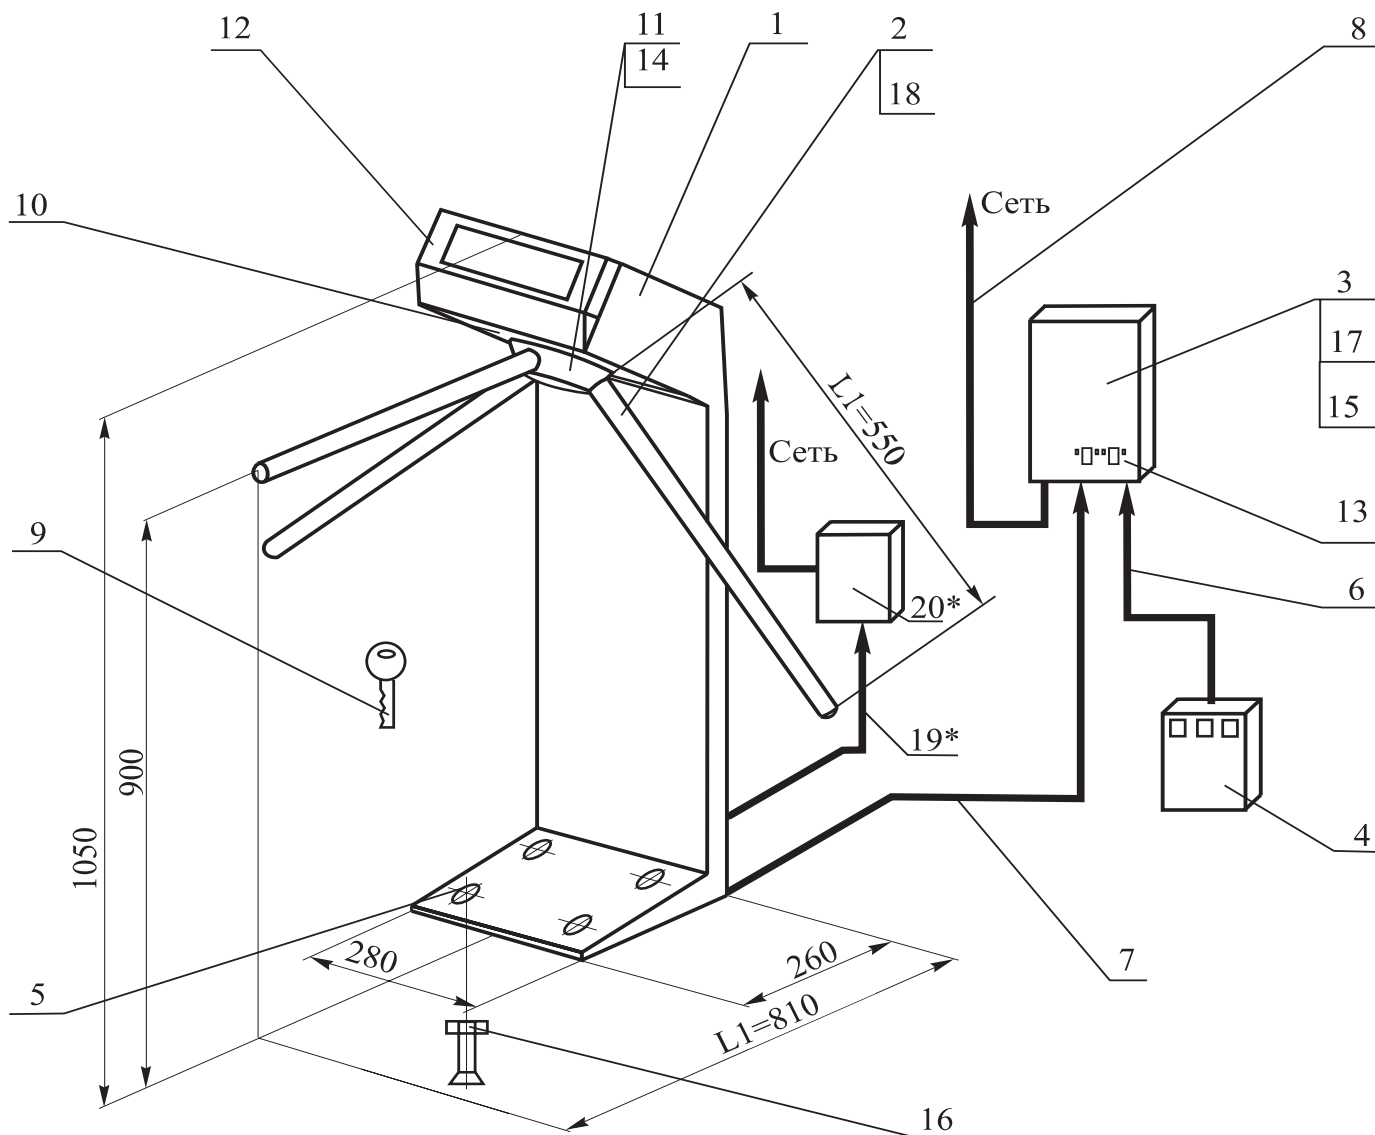

Рис. 1 Общий вид турникета PERCo-TTR-04N:
Устройство турникета показано на рис. 1.
5.2.5. Блок управления (см. рис. 1 и 2) выполнен в виде отдельного прибора в закрытом металлическом корпусе, обеспечивающем настенное крепление с наружной антисдергивающей фиксацией. Возможно настольное применение блока управления.
1. На контакты «**Sens R/Pass R**» и «**Sens L/Pass L**» транслируется состояние датчиков поворота. В этом случае при проходе (повороте на 120° планшайбы (11 на рис.1), к которой крепятся преграждающие планки) формируется следующая последовательность сигналов: